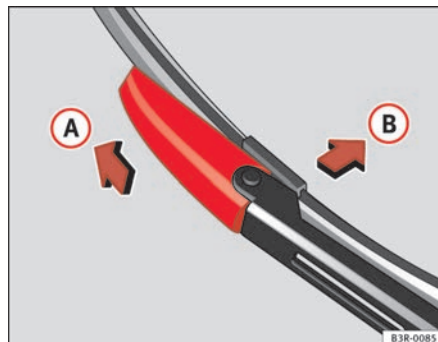

Fig. 169 Extraer la escobilla
- Desplace el elemento de bloqueo de la escobilla en la dirección de la flecha ⇒ fig. 169 (A). Aguante al mismo tiempo la escobilla.
- Saque la escobilla (B) del alojamiento del brazo del limpiaparabrisas.